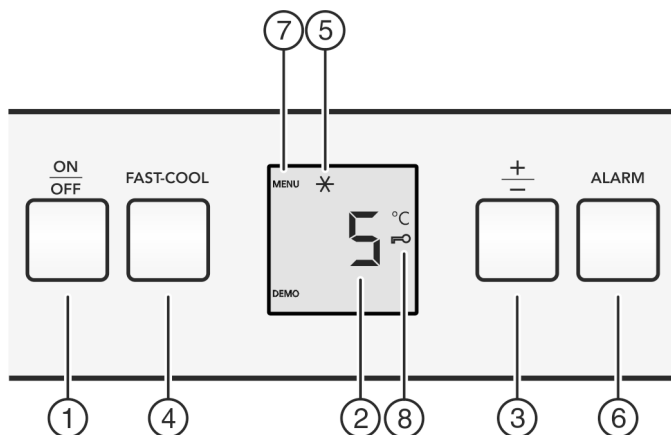

Fig. 2
- ▶ Appuyez sur la touche marche/arrêt Fig. 2 (1).
- ▶ Appuyer environ 5 secondes sur la touche Fast-Cool Fig. 2 (4).
- ▷ Le symbole Menu Fig. 2 (7) apparaît dans l'affichage.
- ▶ Confirmer brièvement avec la touche Fast-Cool Fig. 2 (4).
- ▷ Le symbole Sécurité enfants Fig. 2 (8) s'allume dans l'affichage.
- ▶ Appuyer brièvement sur la touche On/Off Fig. 2 (1).
- ▶ Appuyer sur la touche Alarme Fig. 2 (6).
- Appel de la fonction température : appuyer sur la touche de réglage « +/- » Fig. 2 (3).
- Modifier la température en étapes de 1 °C : appuyer plusieurs fois sur la touche de réglage « +/- » Fig. 2 (3) jusqu'à ce que la température choisie s'allume dans l'affichage de la température.
- Appuyer brièvement sur la touche Fast-Cool Fig. 2 (4).
- ▷ Le symbole Fast-Cool Fig. 2 (5) s'allume dans l'affichage.
- ▷ Le symbole Fast-Cool Fig. 2 (5) s'éteint dans l'affichage.